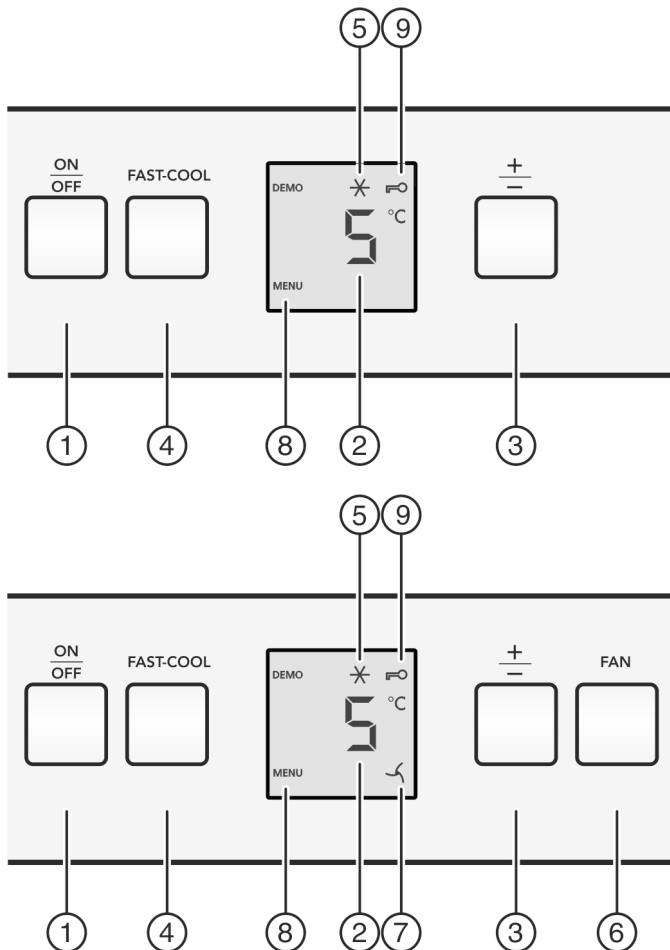

Fig. 2
- ▶ Taste On/Off Fig. 2 (1) drücken.
- ▶ Taste Fast-Cool Fig. 2 (4) ca. 5 Sekunden drücken.
- ▷ In der Anzeige wird das Symbol Menu Fig. 2 (8) angezeigt.
- ▶ Mit der Taste Fast-Cool Fig. 2 (4) kurz bestätigen.
- ▷ Das Symbol Kindersicherung Fig. 2 (9) leuchtet in der Anzeige.
- ▶ Die Taste On/Off Fig. 2 (1) kurz drücken.
- ▶ Temperaturfunktion aufrufen: Die Einstelltaste "+/-" Fig. 2 (3) drücken.
- ▶ Temperatur in 1 °C -Schritten ändern: Einstelltaste "+/-" Fig. 2 (3) so oft drücken, bis die gewünschte Temperatur in der Temperaturanzeige leuchtet.
- ▶ Taste Fast-Cool Fig. 2 (4) kurz drücken.
- ▷ Das Symbol Fast-Cool Fig. 2 (5) leuchtet in der Anzeige.
- ▷ Das Symbol Fast-Cool Fig. 2 (5) erlischt in der Anzeige.
- ▶ Taste Fan Fig. 2 (6) kurz drücken.
- ▷ Das Symbol Fan Fig. 2 (7) leuchtet.